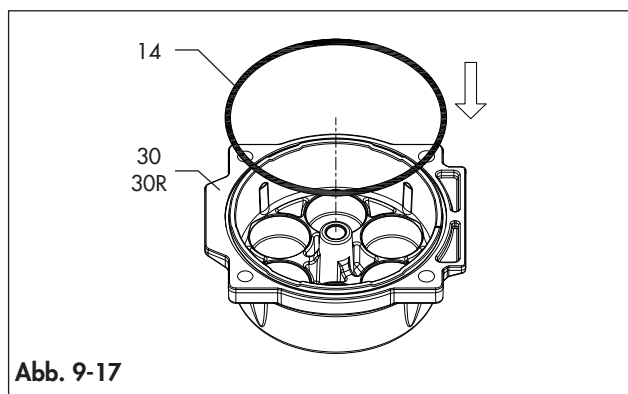

Abb. 9-17
- Legen Sie den O-Ring (14) der Deckel in die Nut, wie in Abb. 9-17 gezeigt, und achten Sie darauf, dass der O-Ring stabil in seinem Gehäuse sitzt.
- Schmieren Sie die Innenfläche des Gehäuses (50) erneut.